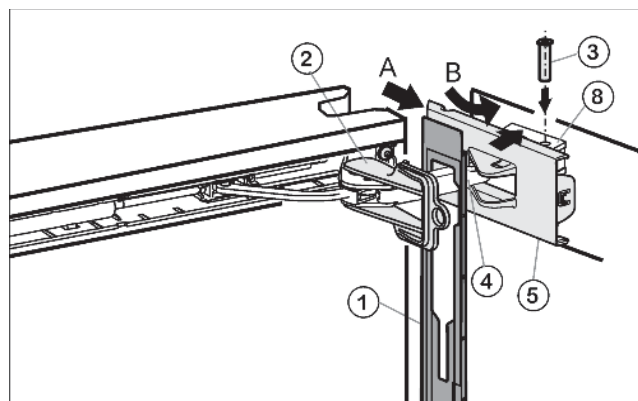

*Рис. 15*
- ▶ Вытащите защитную крышку *Рис. 15 (9)* и заглушки *Рис. 15 (1)* и вставьте ее с другой стороны.
- ▶ Прикрутите доводчик (2 раза Torx 15) *Рис. 15 (7)*.